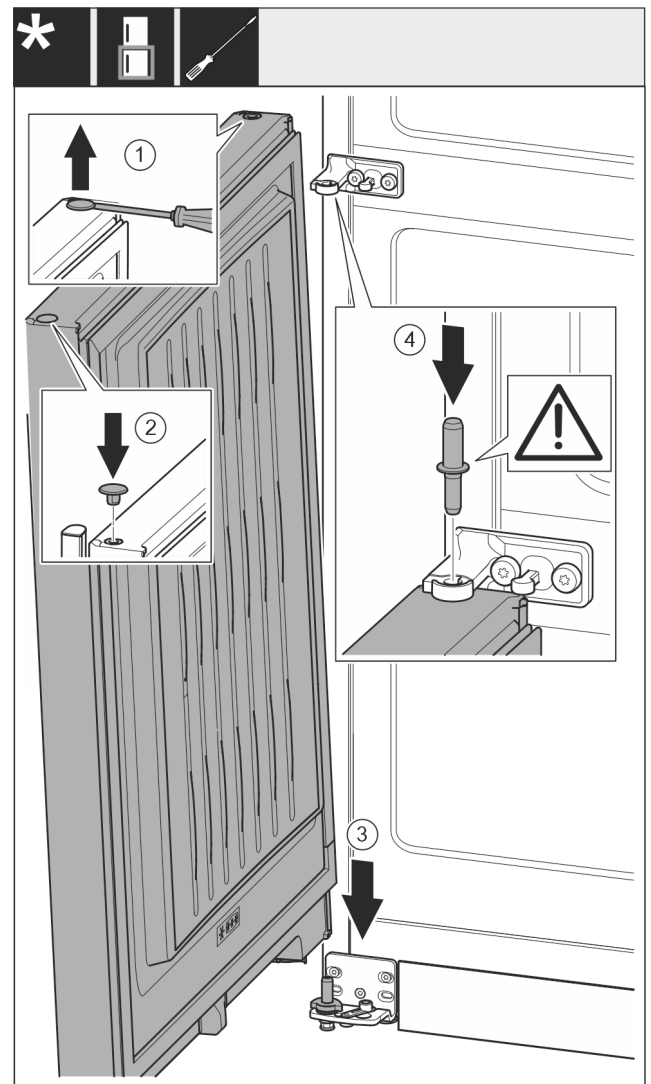

Fig. 21
- ▶ Odvijačem s ravnom glavom oprezno podignite čep Fig. 21 (1) i izvadite ga.
- ▶ Ponovno umetnite čep Fig. 21 (2) na drugu stranu vrata.
- ▶ Stavite vrata Fig. 21 (3) odozgo na donji svornjak ležaja.
- ▶ Umetnite srednji svornjak ležaja Fig. 21 (4) kroz srednji podložak ležaja u donja vrata. Pritom se pobrinite za to da je uskočna izbočina okrenuta prema natrag.